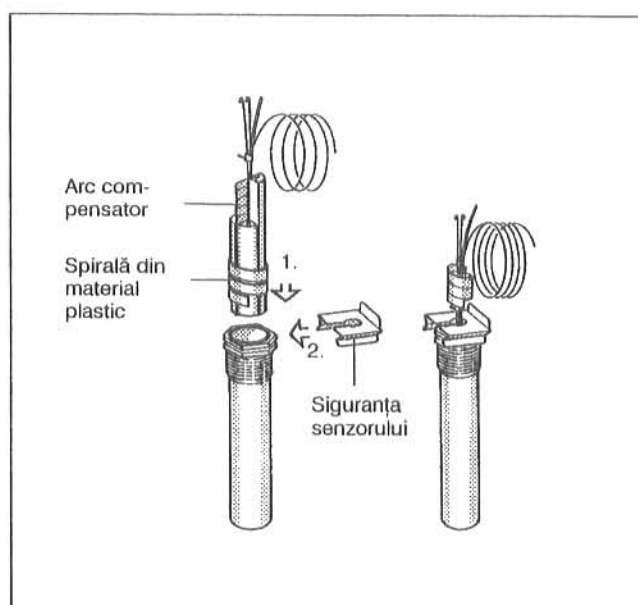

Fig. 16: Manșonul de imersie și senzorul temperaturii
- Senzorul temperaturii se introduce complet în manșonul de imersie. Spirala din material plastic se împinge atunci automat înapoi. Arcul de compensare trebuie împins deasemenea în manșonul de imersie (Fig. 16).
- Siguranța senzorului (pachetul de livrare-aparat de reglare) se presează lateral sau de sus pe capul manșonului de imersie (Fig. 16).